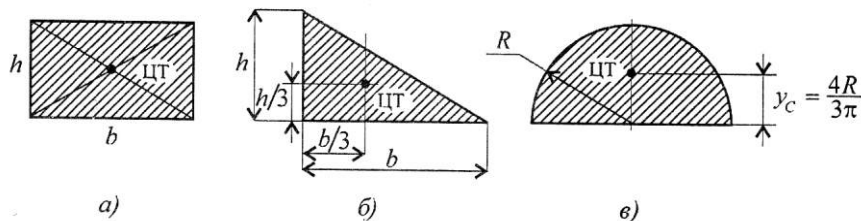

Рис.6
*Центры тяжести простейших сечений (рис. 6)*